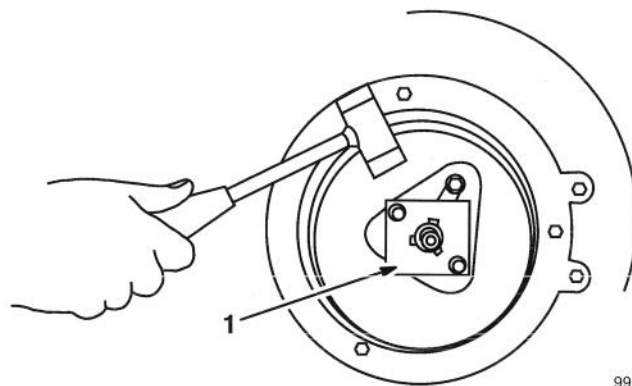

Figure 35
4. Retirer la plaque d'entraînement de lame en la frappant avec un maillet en plastique ou en fibre dans le sens de la rotation (Fig. 35) pour la dégager du chanfrein du vilebrequin.